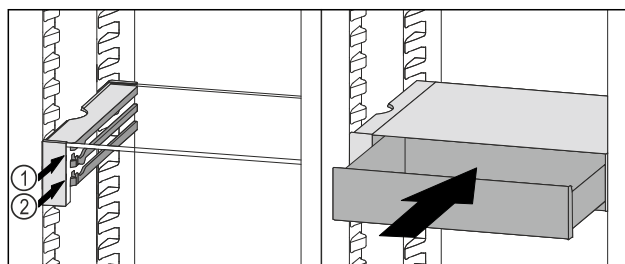

Fig. 129
- ▶ Sæt VarioSafe-skuffen ind bag stoppene på den ønskede ribbe Fig. 129 (1) eller Fig. 129 (2).